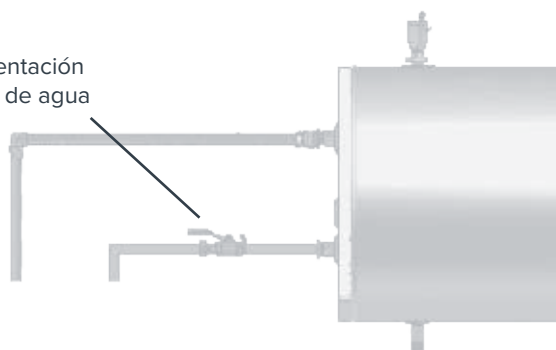

FIG. 11
1. Cierre la llave de alimentación de agua hacia el termotanque. **Ver Fig. 11.**
2. Abrir la válvula de alimentación de agua hacia el termotanque. **Ver Fig. 11.**